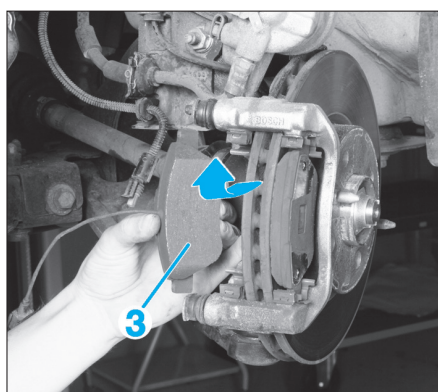

Fig. 4
- Extraire les anciennes plaquettes de frein (3) (Fig.4).